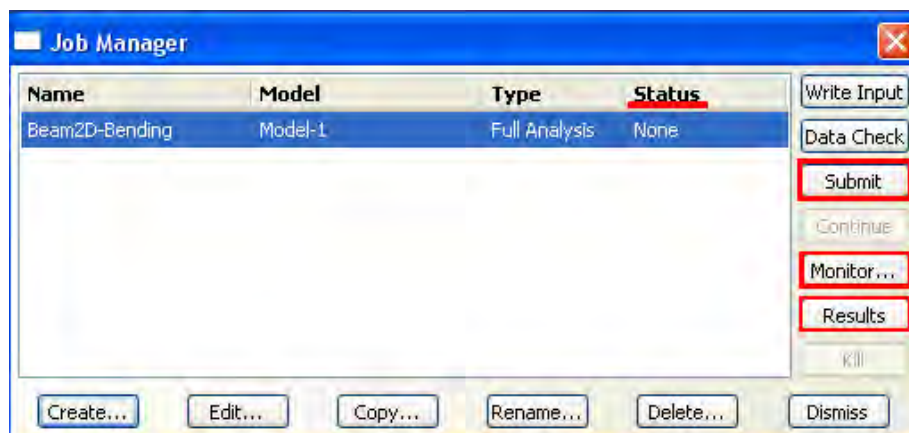

Рисунок 3.50 – Окно **Job Manager**
В появившемся окне **Job Manager** (Рисунок 3.50) нажмите **Submit**. Надпись **Running** говорит о начале работы процесса.
**Abaqus/CAE** в процессе работы позволяет производить мониторинг расчёта. Для этого необходимо нажать **Monitor** в окне **Job Manager** (Рисунок 3.50).
Когда в окне **Job Manager** (Рисунок 3.50) статус сменится на **Completed**, нажимайте кнопку **Results**, чтобы просмотреть результаты расчета.